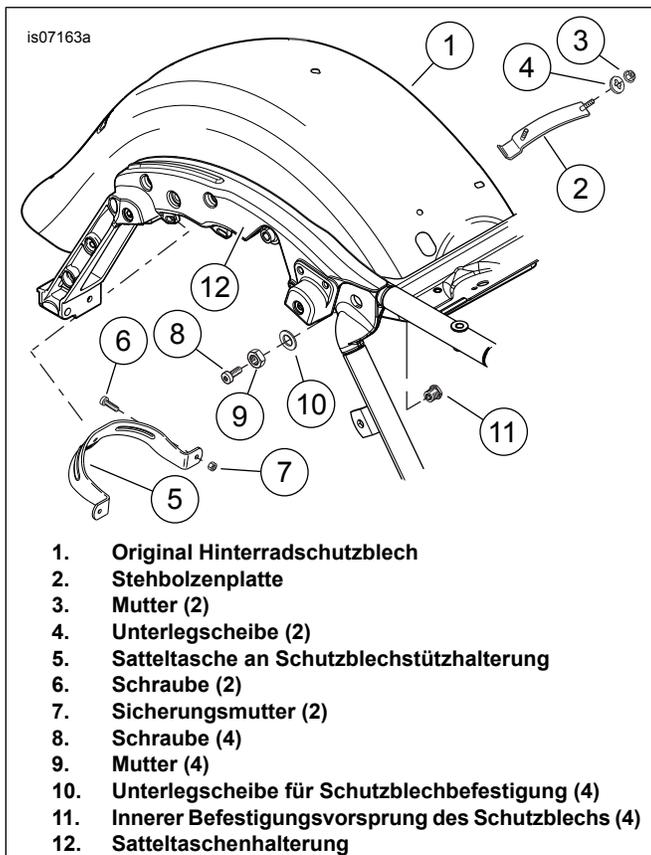

Abbildung 1. Die Hinterradschutzblech-Teile entfernen
2. Siehe Abbildung 1. Die folgenden Teile vom Originalausstattung (Original) -Schutzblech (1) entfernen und für den späteren Einbau am **neuen** Schutzblech zurücklegen:
- a. Die Stehbolzenplatte (2), zwei Muttern (3) und zwei Unterlegscheiben (4) an der Schutzblechvorderseite.
- b. Die Satteltasche an der Schutzblechstütze (5), zwei Schrauben (6) und zwei Sicherungsmuttern (7) an der Schutzblechrückseite.
- c. Satteltaschenstützen (12).
1. Siehe Abbildung 1. Einen **neuen** Schutzblech-Befestigungsvorsprung (11) von innen durch eines der vier Löcher an den Seiten des Schutzblechs einbauen.
2. Eine Unterlegscheibe (10) auf die Gewindegänge des Vorsprungs setzen und mit einer Mutter (9) befestigen. Festziehen.